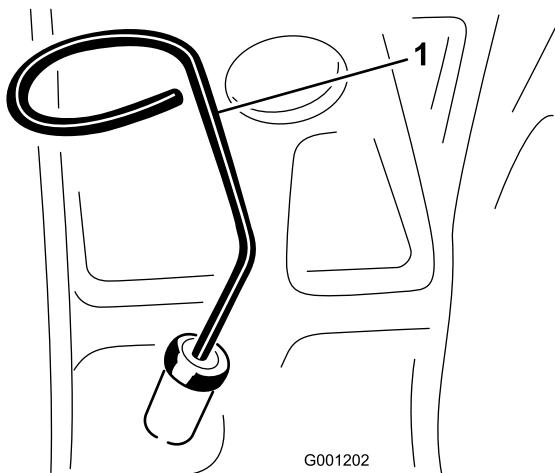

図 21
- ディップスティック(図 21)を抜き取り、付いているオイルをウェスで拭きとつてもう一度差し込む。引き抜いて油量を点検する。FULL 位置まであればよい。